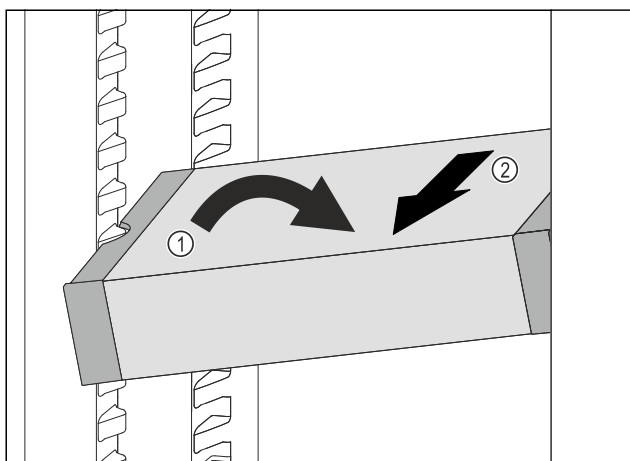

Fig. 124
- VarioSafe postavte v chladničke šikmo. Fig. 124 (1)
- VarioSafe vyberte dopredu. Fig. 124 (2)